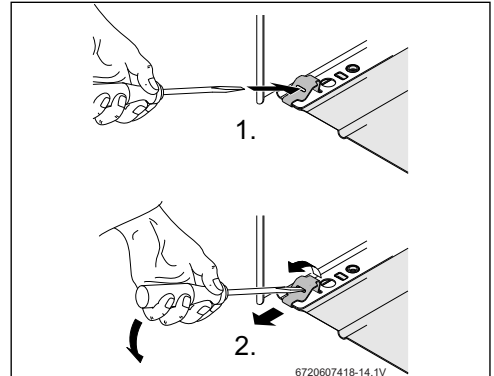

Fig. 11 Enlevez de l'attache
- Relâchez l'attache de fixation à l'habillage (Fig. 11).